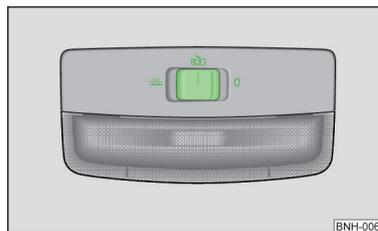

Fig. 24
- Poussez l'interrupteur sur la position  » fig. 24.